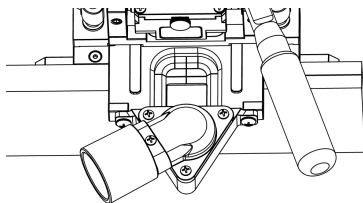

FIG. 9
2. Quand vous aurez marqué le centre, fixez votre pièce dans un étau ou à l'aide de serre-joints. (Voir figure 9.)